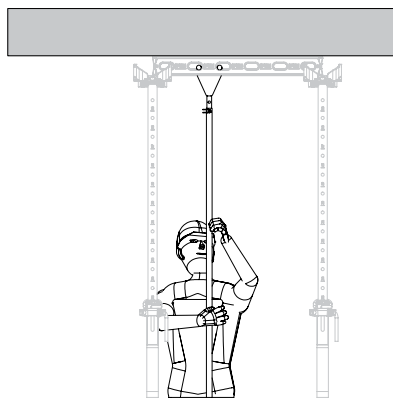

Fig. D1.04a
3. Tirare verso il basso il pannello, quindi puntellarlo nuovamente con l'asta di montaggio. (Fig. D1.04a + D1.04b)